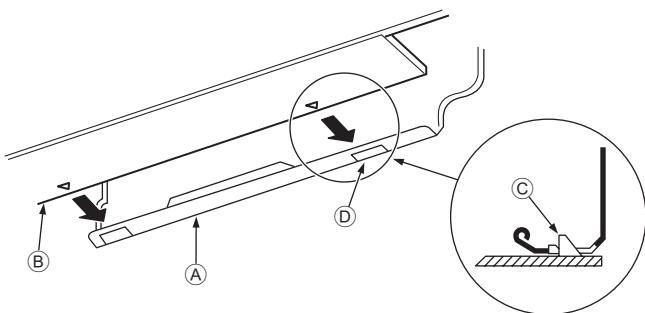

Fig. 3-15
3. Terwijl u de koelleiding en de afvoerleiding in het gat in de muur steekt, hangt u de bovenzijde van de binnenuit aan de ophangplaat ①.
5. Duw vervolgens het onderste gedeelte van de binnenuit op de ophangplaat ① om het apparaat te bevestigen. (Fig. 3-15)
- * Controleer of de knoppen aan de onderzijde van de binnenuit stevig in de ophangplaat ① zijn bevestigd.
- Ⓐ Ophangplaat ①